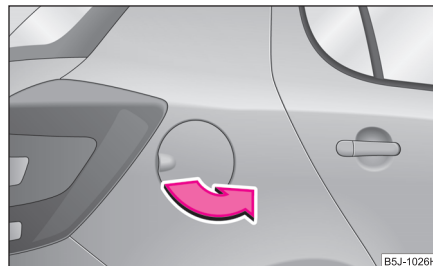

Abb. 142 Fahrzeugseite hinten rechts: Tankklappe
- Klappen Sie die Tankklappe mit der Hand auf ⇒ Abb. 142.